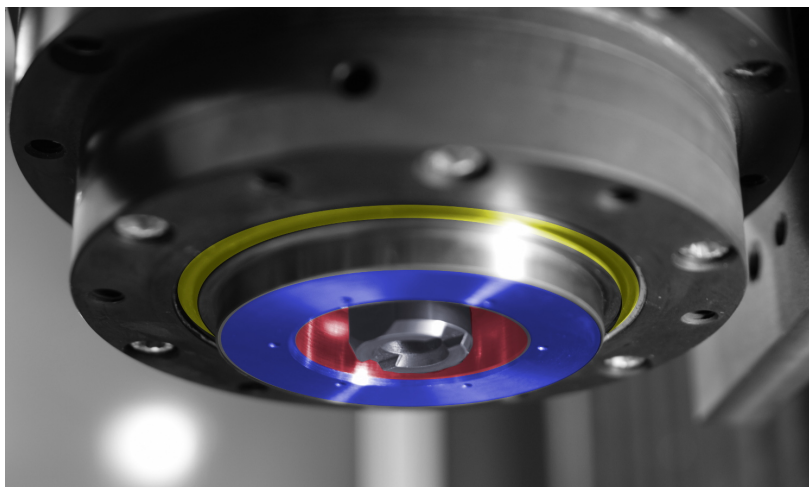

Abbildung 2: Spindelnase von unten: Spindeldichtung mit Luftaustritt (gelb), HSK-Aufnahme mit Kegelfläche (rot) und Planfläche (blau)
4. auf gleichmäßigen Luftaustritt ringsum an der Spindeldichtung prüfen (Abb. 2, gelb)
8. Kegel- und Planfläche der HSK-Aufnahme an der Spindel mit Papiertuch säubern (Abb. 2, blau und rot)